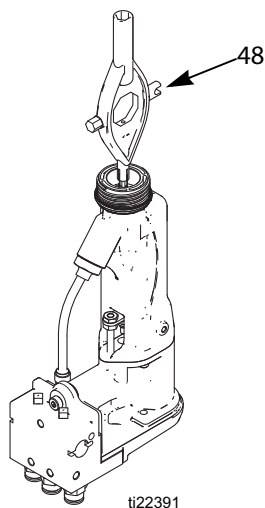

Рис. 20. Замена электрода
3. Отвинтите электрод (3) с помощью многофункционального инструмента (48). Рис. 20.